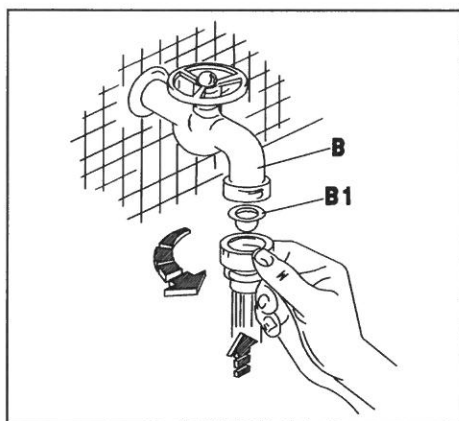
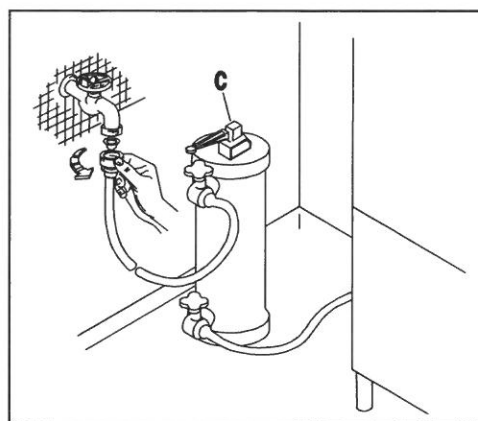
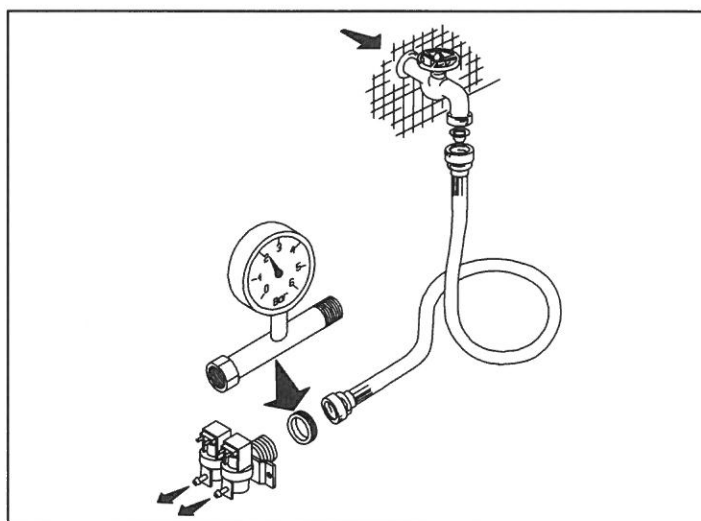
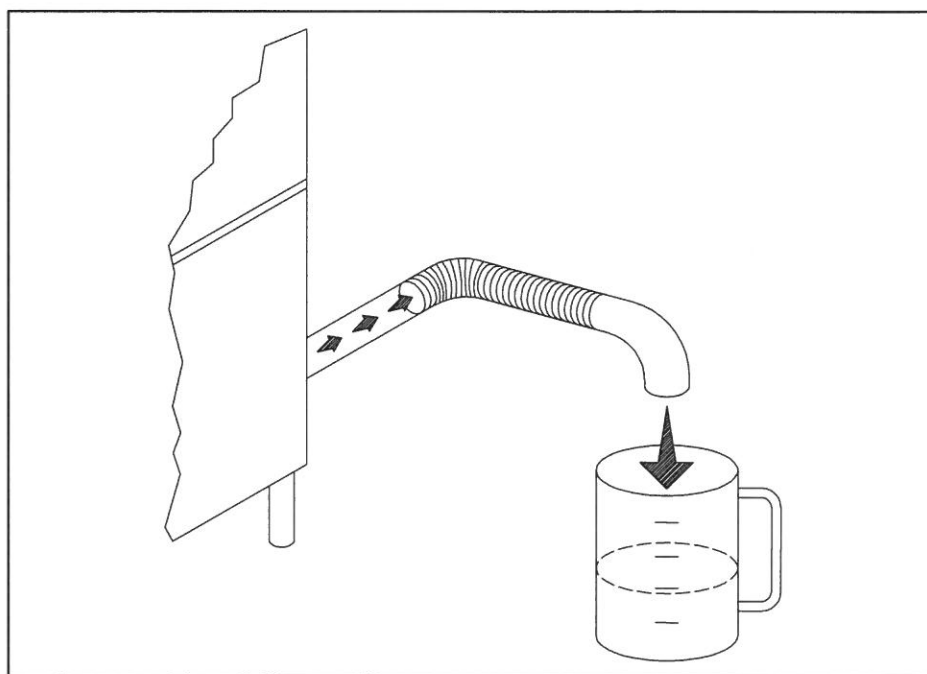

Рис. 2-2
Рис. 2-3
Рис. 2-4
Рис. 2-5
- Конструкция машины предполагает подключение к подаче холодной или горячей воды (макс. 50 - 55°C) под давлением с открытым клапаном, как показано в Таблице 2-1. Если давление превышает максимально допустимое значение, необходимо установить редуктор давления. Если давление меньше минимально допустимого значения, установите подпиточный насос увеличения давления с макс. мощностью 0,5 л.с., выходом 20 л/мин и напором 15÷20 метров. Давление необходимо измерять на входе электромагнитного клапана (смотрите Рис. 2-4). Трубы для воды должны иметь внутренний диаметр по меньшей мере 16/18 мм (смотрите Рис. 2-5). Подключите трубу подачи воды машины к запорному крану (B), желательно поближе к машине, и установите специальный фильтр (B1), входящий в комплект поставки (смотрите Рис. 2-2). Мы рекомендуем устанавливать перед электромагнитным клапаном машины (смотрите Рис. 2-3) умягчитель воды (C) (не входит в комплект поставки).
- Das Gerät ist für den Anschluss an Warm-und Kaltwasser (max. 50-55°C) vorgesehen, wobei der Druck bei offenem Ventil dem in Tab. 2-1. Bei höherem Druck als dem empfohlenen einen Druckminderer installieren. Bei niedrigeren Druck als empfohlen eine Druckerhöhungspumpe mit max. 0,5 PS , einer Förderleistung von 20l/min und einer Förderhöhe von 15-20m installieren. Die Druckkontrolle muss am Eingang des Elektroventils erfolgen (siehe Bild 2-4). Die Wasserleitung muss einen Innendurchmesser von mindestens 16/18 mm aufweisen (siehe Bild 2-5). Den Zulaufschlauch des Gerätes an einen möglichst nahegelegenen Wasserhahn (B) anschliessen und den vorgesehenen Filter (B1) anbringen (siehe Bild 2-2). Der Einbau eines Etkalkers (C) wird empfohlen; dieser gehört nicht zur Ausstattung und muss vor dem Elektroventil der Maschine eingebaut werden. (siehe Bild 2-3).
- L'appareil peut être raccordé à l'eau froide ou chaude (50:55°C max) à une pression, soupape ouverte, comme indiqué dans le tableau 2-1. Si la pression dépasse la pression maximum conseillée, il faut installer un réducteur de pression. Si la pression est inférieure à la pression minimum conseillée, il faut installer une pompe pour faire augmenter la pression de 0,5 Hp max., à un débit de 20 litres /min et à une hauteur d'élévation de 15-20 m. Le contrôle de la pression sera effectué à l'entrée de l'électrovanne (voir fig. 2-4). Les conduites d'eau auront un diamètre interne d'au moins 16/18 mm (voir fig. 2-5). Raccorder la conduite d'arrivée de l'eau de l'appareil à un robinet secondaire (B), installé si possible tout près de l'appareil, après avoir intercalé le filtre spécial fourni (B1) (voir fig. 2-2). Nous conseillons d'installer un adoucisseur (C) (non fourni) qui sera monté en amont de l'électrovanne de la machine (voir fig. 2-3).
- Este aparato se puede alimentar con agua caliente o fría (máx. 50 ÷ 55°C); la presión del agua con válvula abierta está indicada en la tabla 2-1. En caso de que la presión fuera superior a la máxima que se aconseja, instale un reductor de presión; si fuera demasiado baja, instale una bomba de aumento de presión de 0,5 Hp (máximo), con un caudal de 20 litros por minuto y una altura de elevación de 15 a 20 m. El control de la presión se debe efectuar en la entrada de la electroválvula (véase fig. 2-4). La tubería del agua debe tener un diámetro interior de 16-18 m. por lo menos (véase fig. 2-5). Conecte el tubo de alimentación del agua del aparato a un grifo de paso (B), que irá montado preferentemente muy cerca del aparato, tras interponer el filtro (B1) del equipamiento base (véase fig. 2-2). Es aconsejable instalar un descalcificador (C) (que no forma parte del equipamiento base). El descalcificador irá montado antes de la electroválvula de la máquina (véase fig. 2-3).